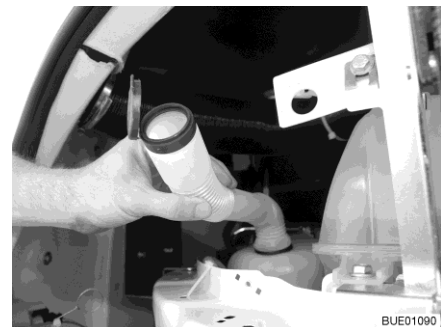

Fig. 55 Bec de remplissage en posi-
- Tourner le tuyau flexible de manière à ce que l'orifice de remplissage soit placé vers le haut (Fig. 55).